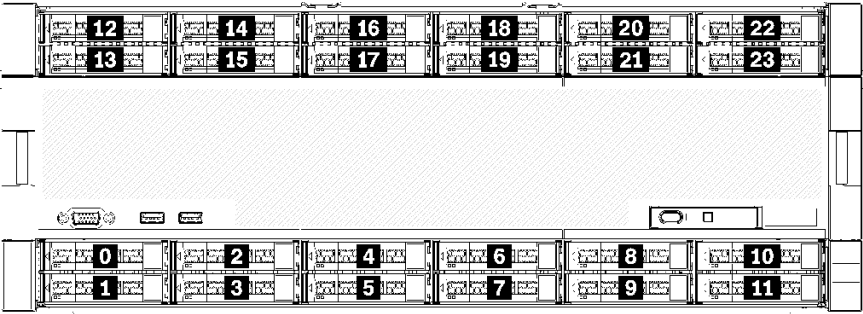

图 5. 硬盘插槽位置
- 顶部两个硬盘支持 SAS、SATA 或 NVMe 接口硬盘（Lenovo AnyBay）。服务器可支持最多 12 个 NVMe 硬盘，具体取决于服务器配置。支持 NVMe 的硬盘插槽是具有偶数编号的插槽，如第 14 页图 5 “硬盘插槽位置” 中所示。